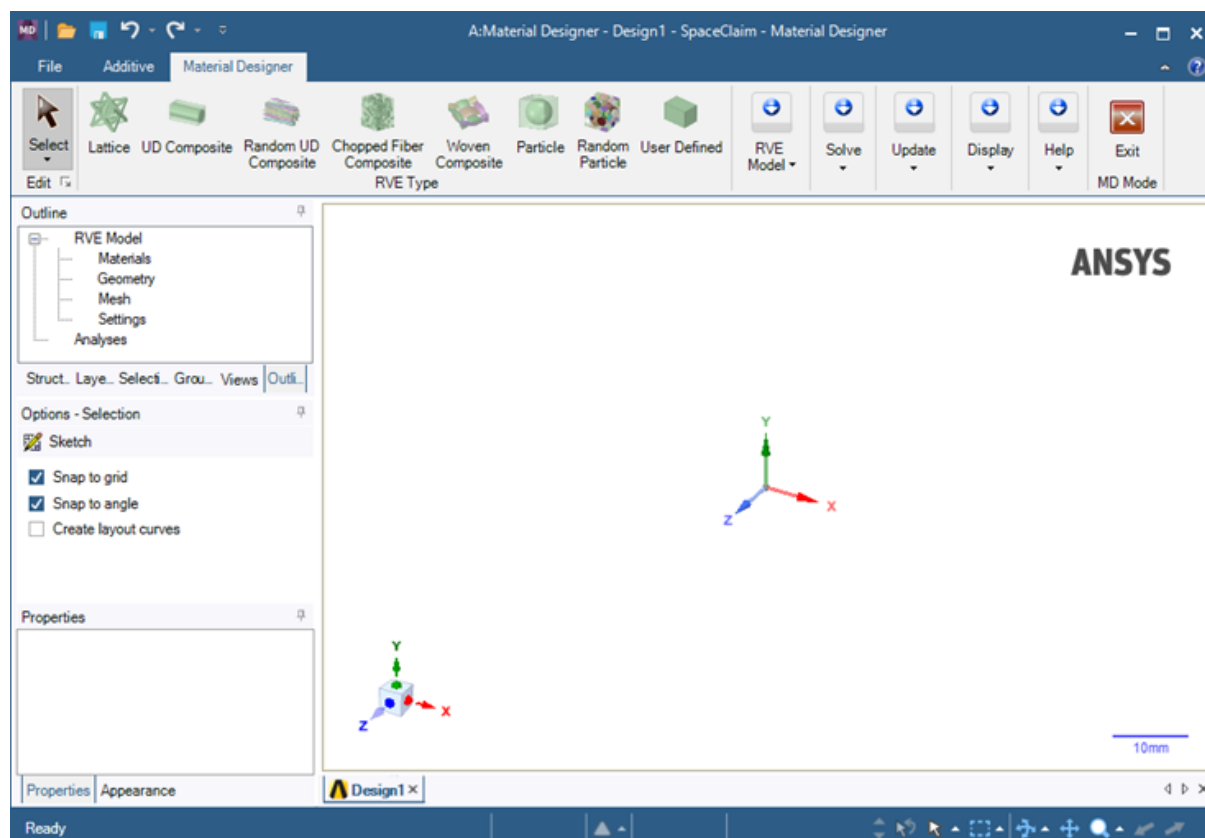

Рис. 6. Окно Material Designer
3. В первом модуле дважды нажимаем ЛКМ на **Material Designer**, после чего откроется окно, представленное на рис. 6.